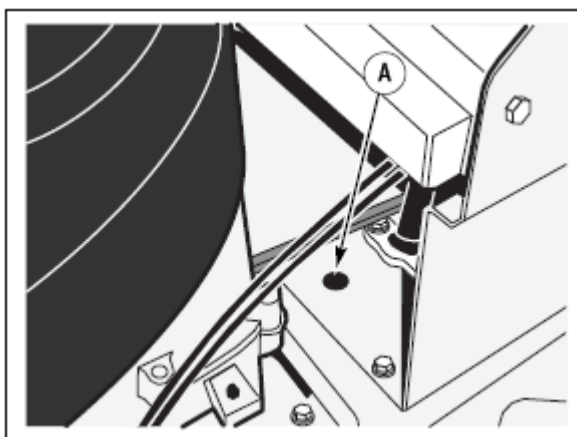

Рис. 41:
1. Поставьте передние колеса прямо. Совместите отверстие зубчатого сектора с отверстием в пластине (рис. 41).